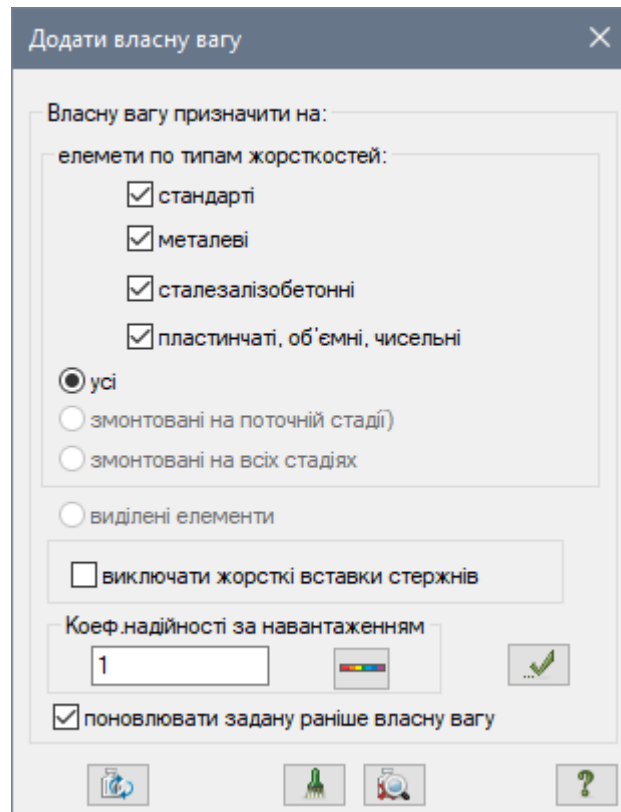

Рис. 2.14. Діалогове вікно Додати власну вагу
- Для задання навантаження від власної ваги плити, натисканням на кнопку  – **Додати власну вагу** (панель **Навантаження** на вкладці **Створення та редагування**) відкрийте діалогове вікно **Додати власну вагу** (рис. 2.14). В цьому вікні, при увімкненій радіо-кнопці **усі** і заданому коеф. надійності за навантаженням рівному **1**, натисніть на кнопку  – **Застосувати** (у відповідності з заданою об'ємною вагою  $R_0$  елементи автоматично завантажуються навантаженням від власної ваги).